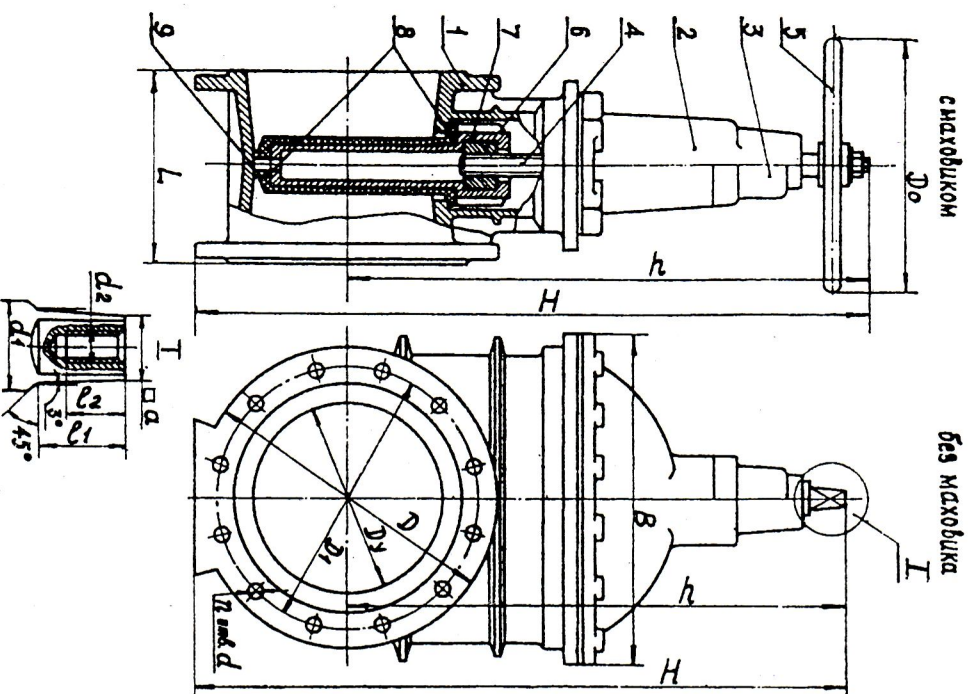

Рис. 1
1.1.3. Основные габаритные и присоединительные размеры в мм показаны на рис. 1 (лист 6) и в таблице 2.
1.2.1. Задвижка (рис. 1) состоит из корпуса 1, крышки 2, фланца 3 (отсутствующего у задвижек Ду 50-200) и устройства для закрытия и открытия прохода рабочей среды через корпус.